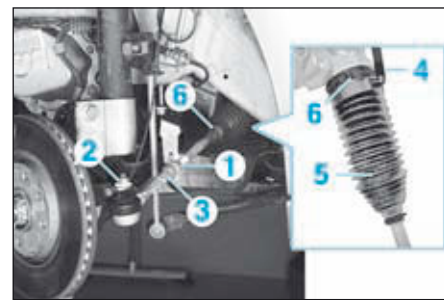

FIG.12
- Desserrer le contre-écrou (1) (Fig.12).
- Déposer l'écrou (2).
- Désaccoupler la rotule (3) à l'aide d'un extracteur.
- Déposer la rotule de direction (3).